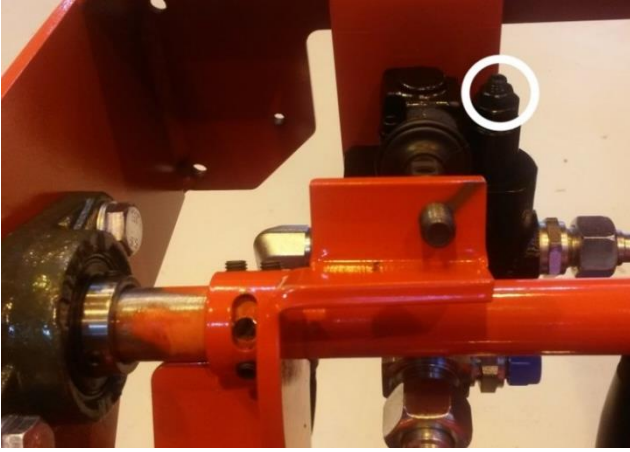

Bild 43
1. Sågmotorns säkerhetsventil (200 bar) Bild 43